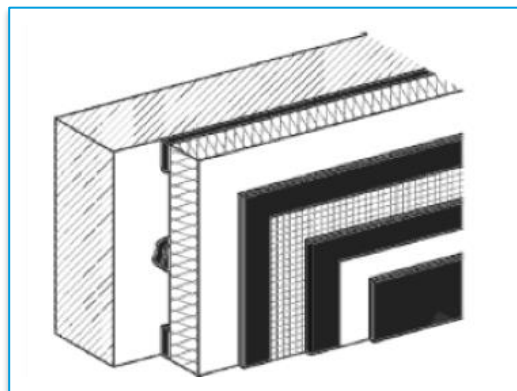
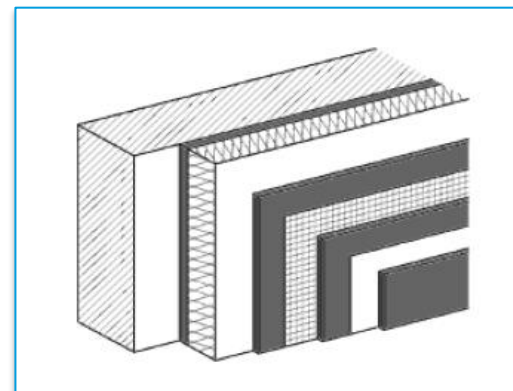

fig.1
fig.2
- l'applicazione del collante avviene con il metodo di incollaggio a **cordolo perimetrale e punti centrali** (fig.1) o a **tutta superficie** (fig.2), onde evitare il verificarsi di un effetto cuscino o materasso.